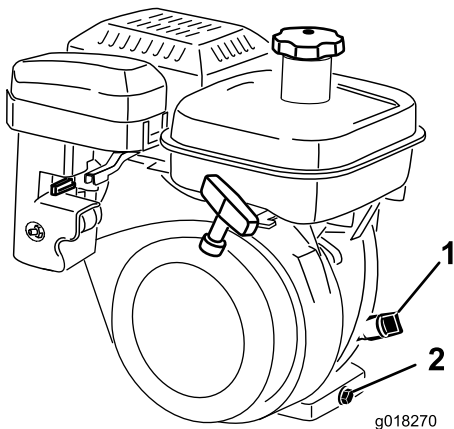

图31
2. 调整剪草机，使发动机保持水平，并清洁量油尺周围部位（图31）。
3. 逆时针旋转量油尺，然后将其取出（图31）。
请添加足够的机油，使油位升到量油尺的 H 与 L 标记之间（图31）。检查机油油位。切勿过量添加。
2. 在机器后部的排油塞下放置一个放油盘（图31）。拧松排油塞。